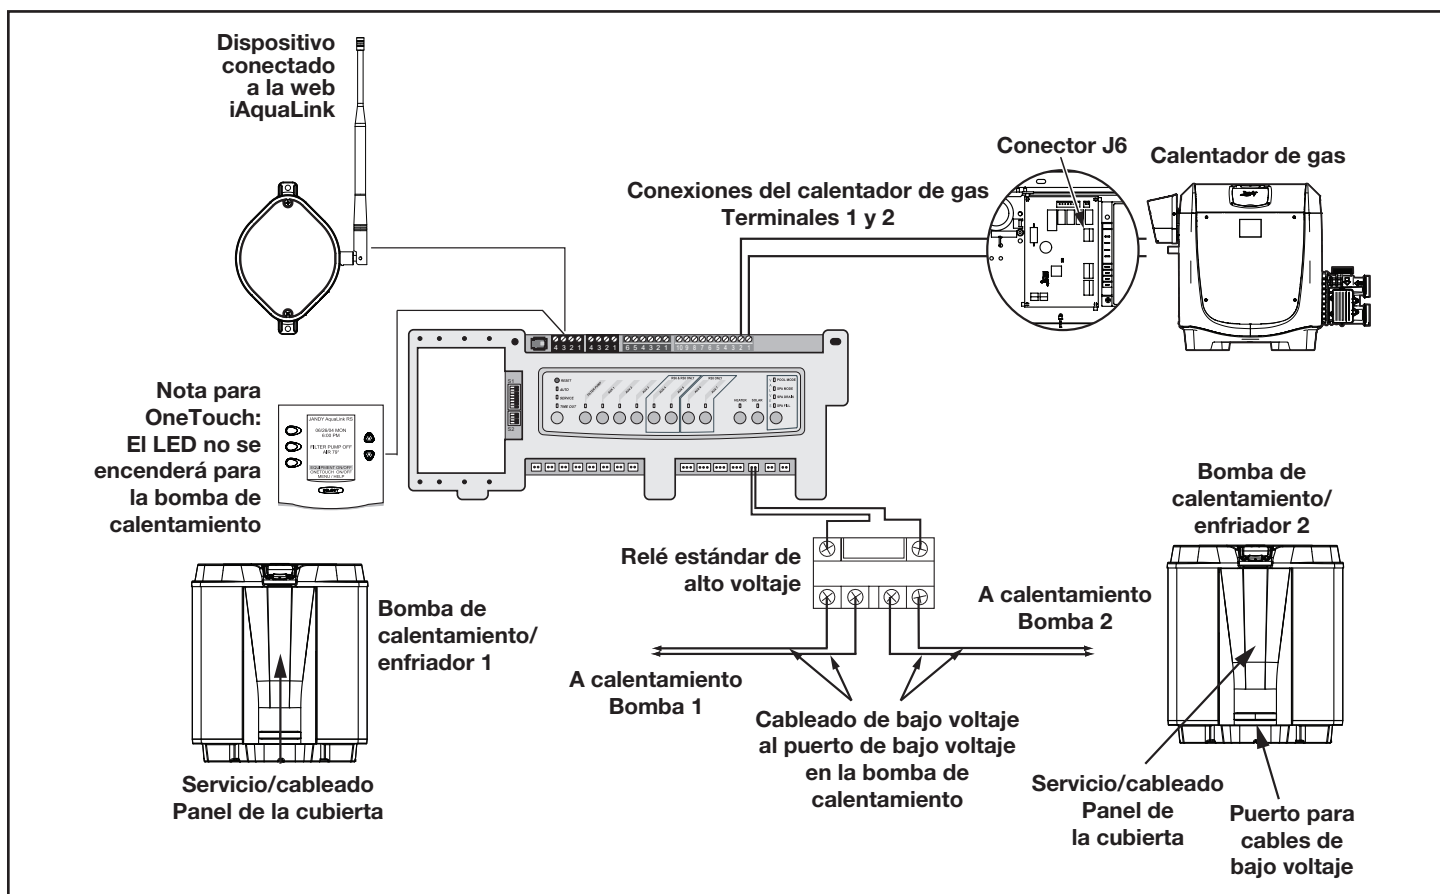

Figura 19. Cableado del calentador y de la bomba de calentamiento/del enfriador
2. Para tender los cables desde el panel de control de la bomba de calentamiento, extraiga los cinco (5) tornillos que sostienen el panel de la cubierta de servicio/cableado a la bomba de calentamiento. Consulte la Figura 19.